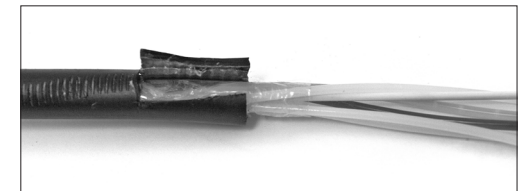

Рисунок 4.9 – Разрез оболочки ОК совместно с алюминиевой лентой
**4.4.5** При наличии у ОК внутренней алюмополиэтиленовой оболочки сделать на полиэтиленовой оболочке совместно с алюминиевой лентой под ней продольный разрез на длине 15 мм от ее торца, а затем – круговой на 1/2 длины окружности. Отогнуть участок оболочки вместе с лентой (рис. 4.9).